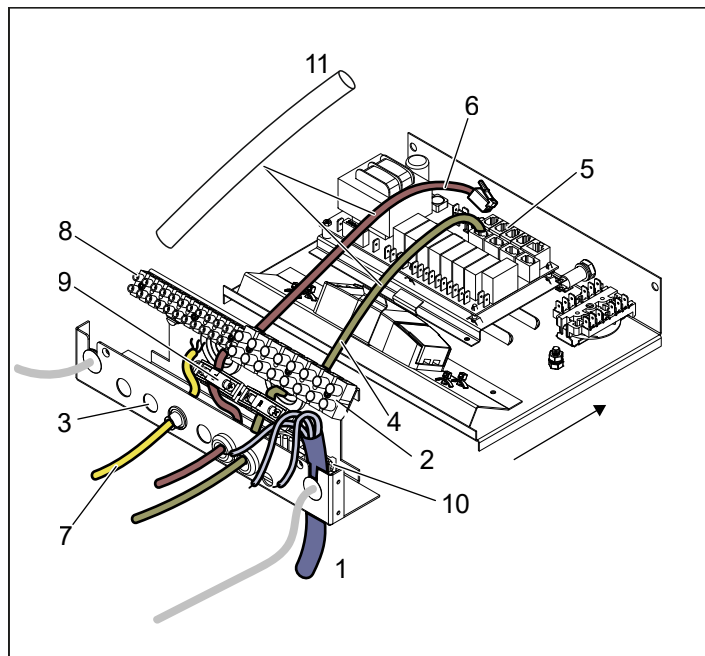
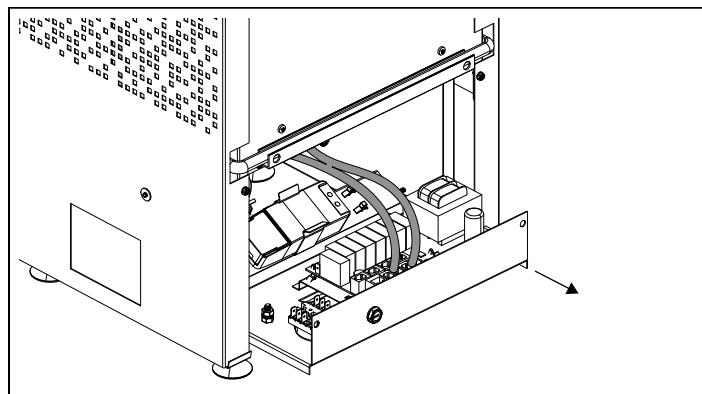
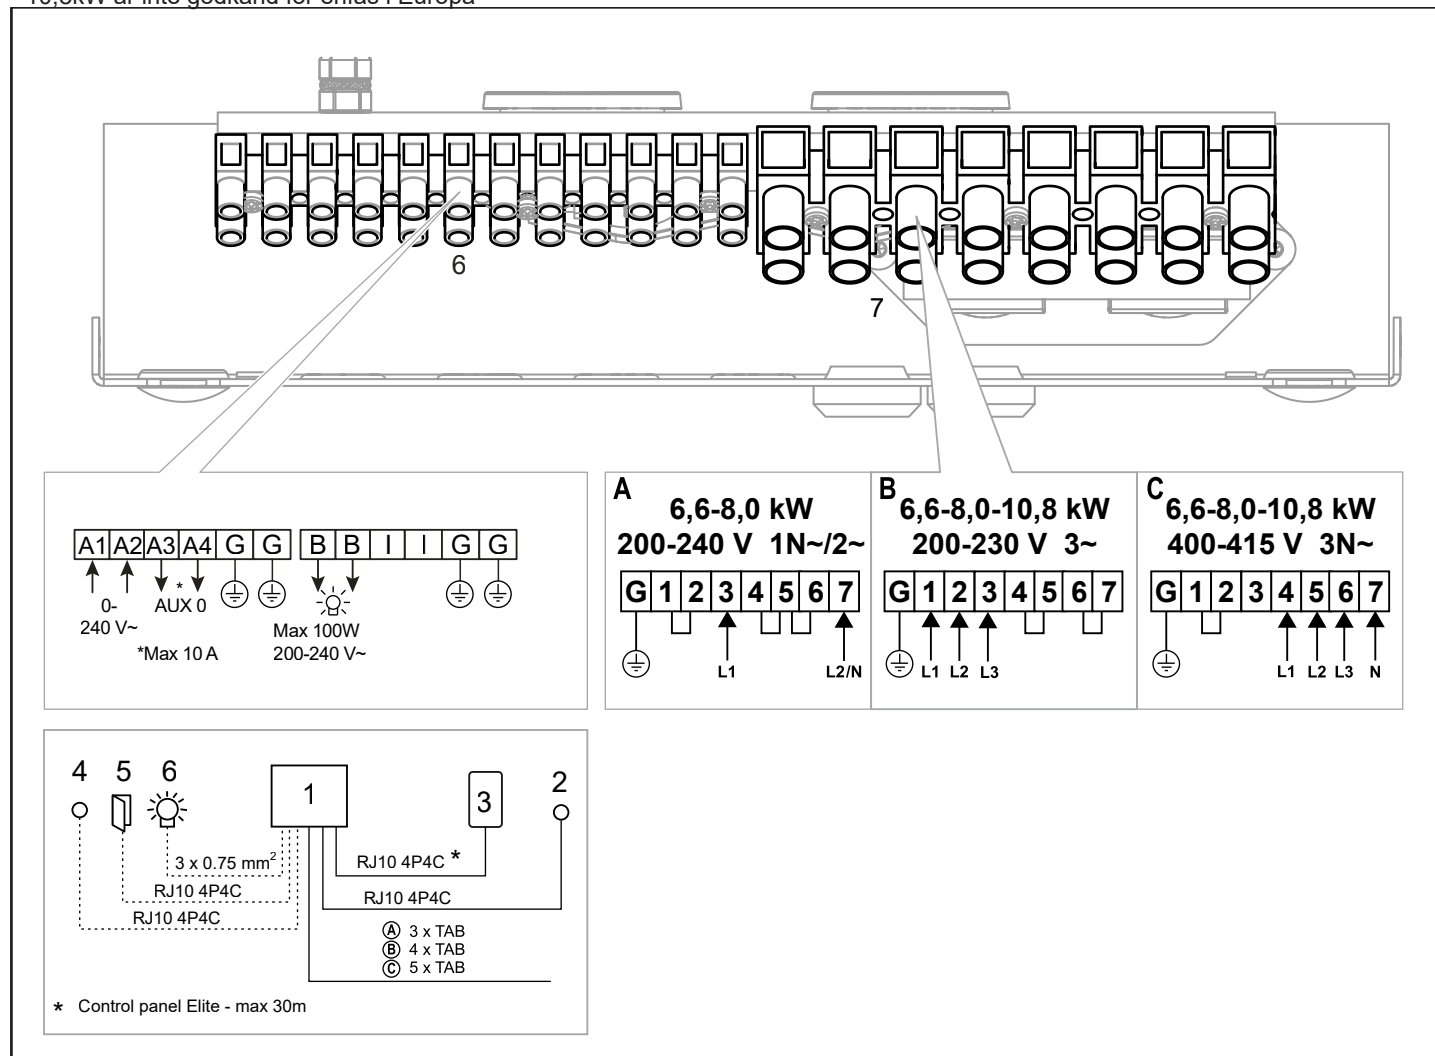
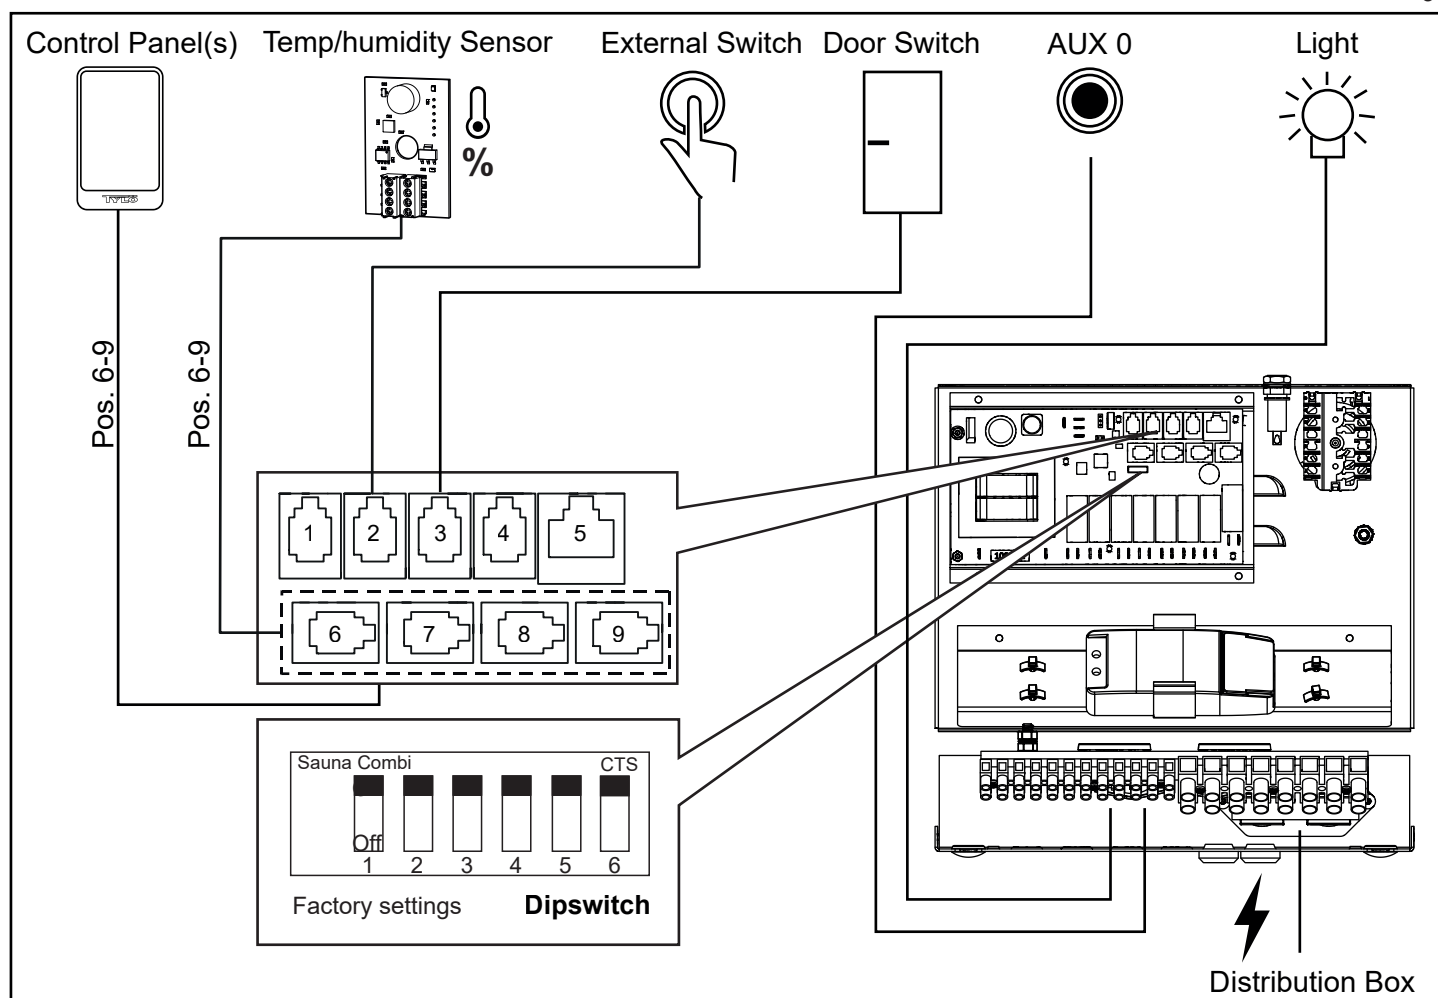

Fig 11: Eldosan
Fig 12: Dra ut lådan för lättare åtkomst
Fig 18: Kopplingsschema
Fig. 20. Schematisk installation Crown Combi Elite
5. Anslut elkabeln (se Fig 11) enligt kopplingsschema (se Fig. 18).
6. Dra kablar för manöverpanel och temperatursensor genom kabelgenomföringarna se fig 11. Anslut manöverpanelens kabel i en av de fyra RS485-kontakterna (position 6-9, se Fig 20).
7. Anslut temp/fuktsensor kabeln i position 6-9, se fig 20. Dra ut lådan för att sträcka kablar och spänn dragavlastningarna (se fig 12).
8. Anslut eventuell kabel till belysning / aux, se Fig 11, enligt kopplingsschema Fig 18.
Vid inkoppling till spänningar eller fas-tal, som inte anges i kopplingschema Fig 18, kontakta Tylö kundservice.